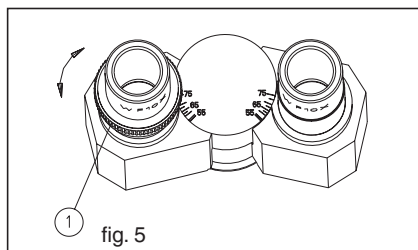

fig. 5
Posicionar la muestra en la platina. Desplazar el objetivo 40X en posición operativa. Mirar primero con el ojo derecho en el ocular de derecha y enfocar con los pomos de enfoque grueso-fino hasta obtener una imagen nítida. Después mirar con el ojo izquierdo en el ocular de izquierda y regular la dioptría ① hasta obtener una imagen nítida. (Fig.5)